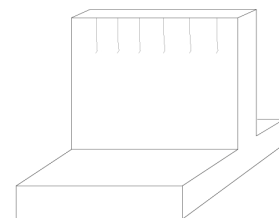

Fig.2: www.es.wikibooks.org/
- B.2.** Aparecen localizadas distribuidas uniformemente en la zona superior de muros de espesor considerable, con máxima abertura en coronación y decreciente al descender, sin que lleguen habitualmente al cimiento. (Fig.2)